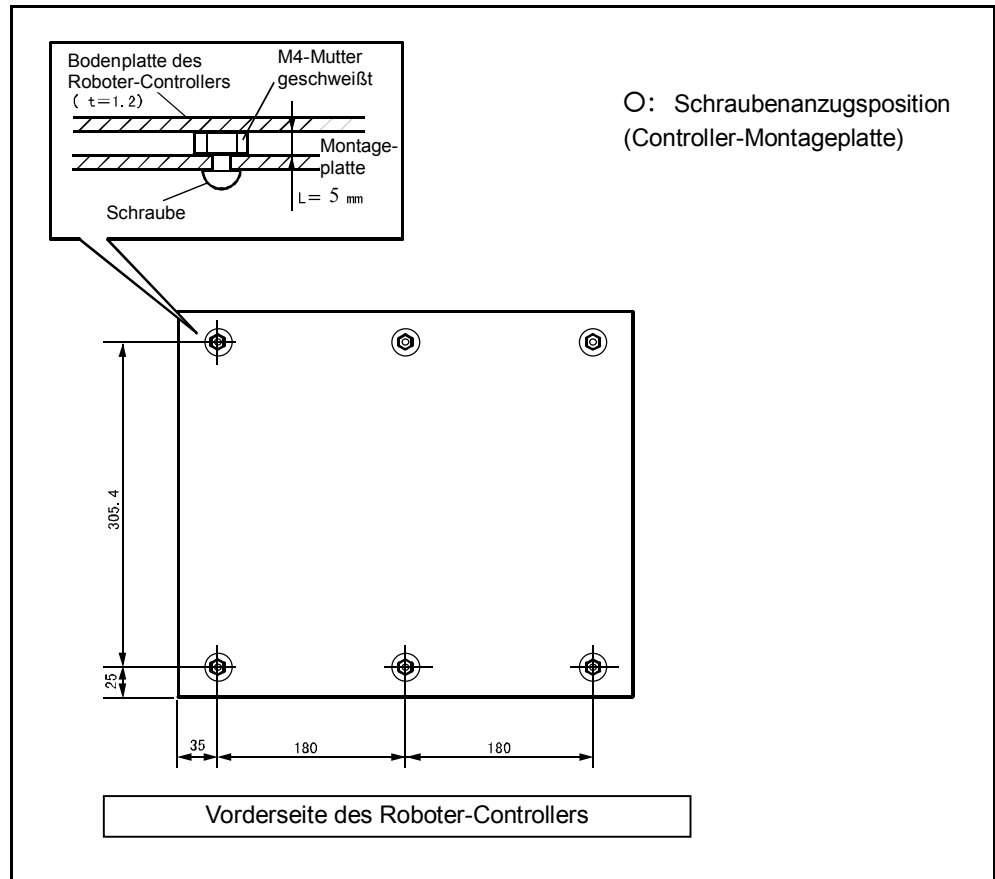

Abbildung 2-15 Position der Bohrungen für die Montageschrauben
- (1) Abbildung 2-15 stellt den Roboter-Controller von unten dar. Die mit "O," markierten M4-Gewindebohrungen können zum Sichern des Roboter-Controllers an der Montagefläche verwendet werden.
- (2) Bereiten Sie eine ausreichend große Platte zur Montage des Roboter-Controllers vor. Sichern Sie den Roboter-Controller mit Hilfe von sechs M4-Schrauben an den Gewindebohrungen auf der Montagefläche; die Gewindebohrungen sind in Abbildung 2-15 mit "O" markiert.